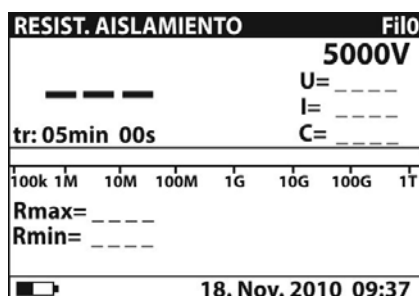
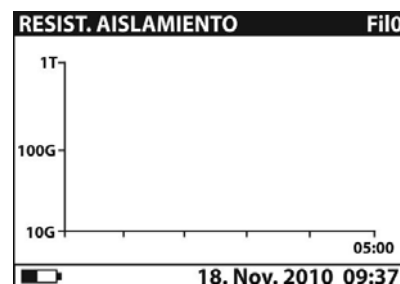

Fig. 16: Pantalla inicial numérica
Fig. 17: Pantalla inicial gráfica
2. Seleccione con las teclas flecha ▼ o ▲ la función “RESISTENCIA DE AISLAMIENTO” sobre el menú principal y confirme con la tecla **SELECT**. La pantalla Fig. 16 es mostrada en el instrumento. En el caso en el cual la opción Gráfico R(t) **esté activada (ON)** pulse las teclas flecha ▼ o ▲ para pasar a la pantalla gráfica Fig. 17